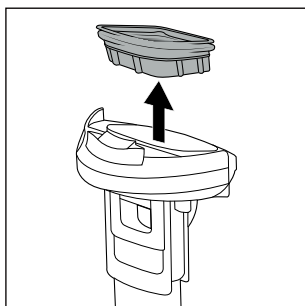

Fig. 24
- ♦ Îndepărtați filtrul de murdărie **10** din rezervorul de apă murdară **2**, introducând degetele lateral sub garnitura filtrului de murdărie **10**. Trageți apoi filtrul de murdărie **10** în sus din capacul rezervorului de apă murdară **9** (a se vedea fig. 24).